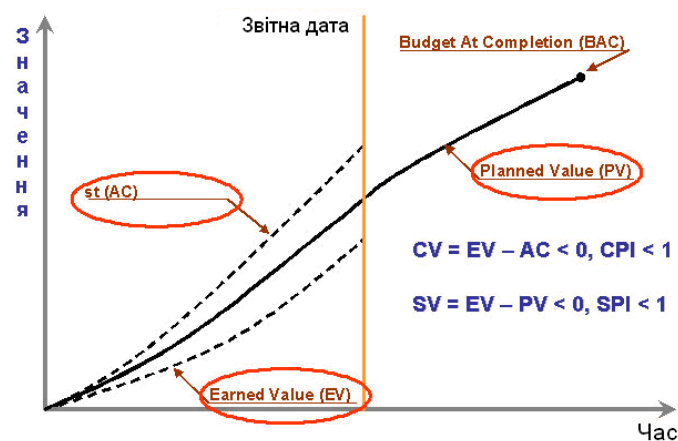

Рис. 12.3. Управління вартістю методом освоєного обсягу
2. *Фактична вартість виконаних робіт* – AC (Actual Cost). Фактична вартість з наростаючим підсумком відображається в часі для кожного звітного періоду (рис. 12.3).